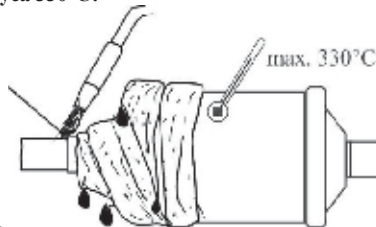

Рис.1
1. Соединение под пайку: (Рис.1)